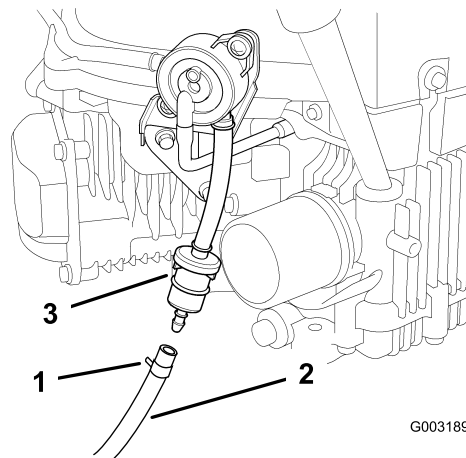

Bild 42
5. Lockern Sie die Schlauchklemme am Kraftstofffilter und schieben Sie sie an der Kraftstoffleitung weg vom Kraftstofffilter (Bild 42).
6. Ziehen Sie die Kraftstoffleitung vom Filter (Bild 42).
8. Bringen Sie die Kraftstoffleitung am -filter an. Schieben Sie die Schlauchklemme ganz an den Kraftstofffilter heran, um die Kraftstoffleitung zu befestigen (Bild 42).
4. Drücken Sie die Enden der Schlauchklemmen zusammen und schieben Sie sie vom Filter weg (Bild 42).
6. Setzen Sie einen neuen Filter so ein, dass der Flussrichtungspfeil vom Kraftstofftank zum Motor zeigt, und schieben Sie die Schlauchklemmen auf den Filter (Bild 42).